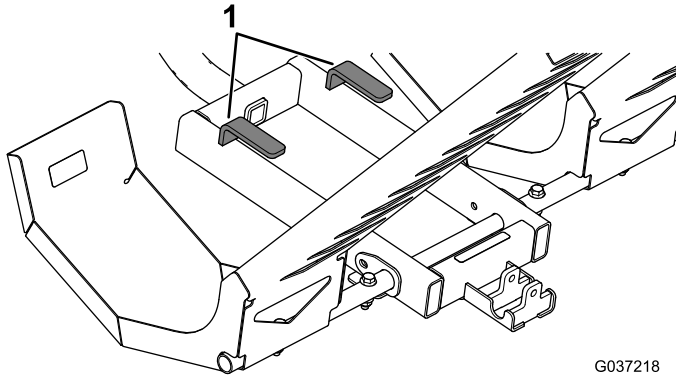

Figura 14
2. Utilice los retenes para sujetar los ejes del esparcidor (Figura 14).